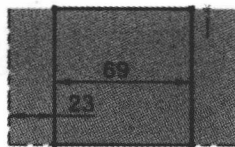

图 1.9 截面草图
② 进入草图环境,绘制图 1.9 所示的截面草图。
③ 选择下拉菜单 **任务(T) → 完成草图(F)** 命令(或单击 **完成草图(F)** 按钮),退出草图环境。
(3) 确定拉伸开始值和结束值。在“拉伸”对话框**限制**区域的**开始**下拉列表中选择**值**选项,并在其下的**距离**文本框中输入值 0;在**限制**区域的**结束**下拉列表中选择**值**选项,并